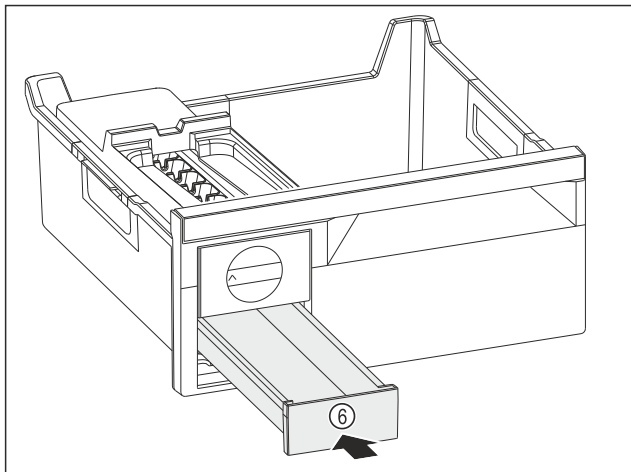

Fig. 81
▶ Вкарайте чекмеджето за ледени кубчета Fig. 81 (6).